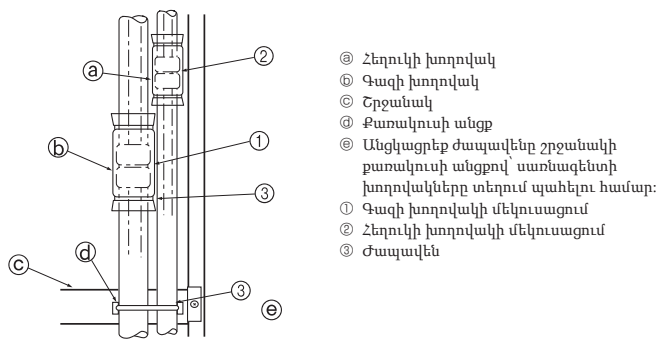

Fig. 4-5
Գազի և սառնագենտի խողովակների լայնուկային ①-ին և ②-ի հանգույցներն ամրոցողությամբ մեկուսացրեք: Եթե հանգույցների որևէ հատված բացվի, ապա այդ տեղից կարող է կոնդենսատ կաթել: (Fig. 4-5)
- Երկու ծայրերում ամրացրեք գազի ① և հեղուկի ② խողովակների մեկուսացումը, որպեսզի դրանք չալայալան և միայնակ չհավասարվեն:
- Մեկուսացումը կատարելուց հետո սառնագենտի խողովակը շրջանակի վրա ամրացնելու համար օգտագործեք ժապավեն ③-ը (խողովակի միացման հատվածից ներքև): Դա կկանխի սառնագենտի խողովակի բարձրացումը շրջանակից: (Եթե սառնագենտի խողովակն շրջանակից դուրս է գտնվում, վանդակաձաղը հնարավոր չէ տեղադրել:)
- ① Գազի խողովակի մեկուսացում